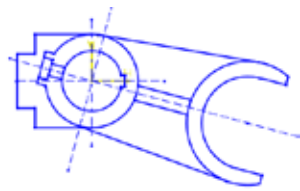

图5-102 绘制完成的草图
- 14 最后修剪图形，即可得到最终的草图，如图5-102所示。并将结果保存。